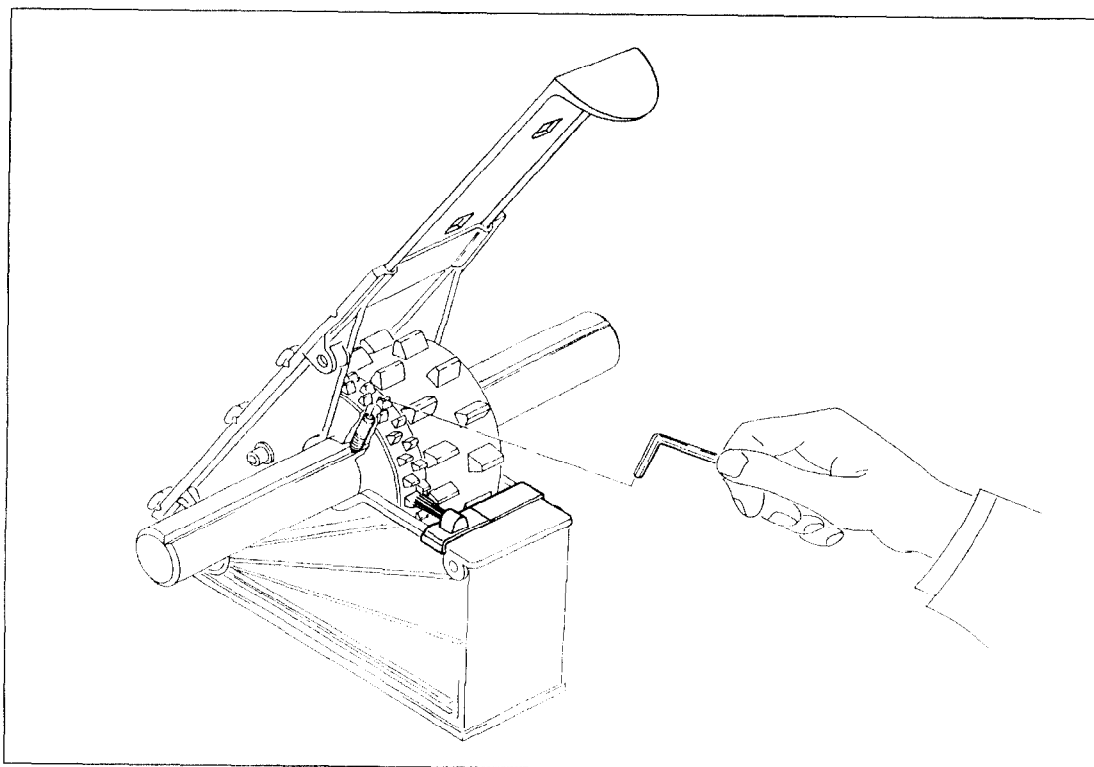

Fig. 13.14
- Les roues distributrices (fig. 13.14) entraînées par l'arbre de distribution sont fixées sur l'arbre de distribution au moyen de goujons filetés, qui sont logés dans les roues "fines graines". Desserrez les goujons filetés des nouvelles roues de jalonnage (voir fig. 13.14), jusqu'à ce que les nouvelles roues de jalonnage puissent être mises en rotation libre sur l'arbre de distribution.
- Solidarisez sur l'arbre de distribution les **anciennes** roues de jalonnage (fig. 13.14) . Pour ce faire, vissez le goujon fileté dans la roue distributrice "fines graines" jusqu'à ce que la roue distributrice soit entraînée par l'arbre de distribution tout en conservant un léger jeu. Les goujons filetés trop serrés occasionnent une forte tension sur les roues distributrices.